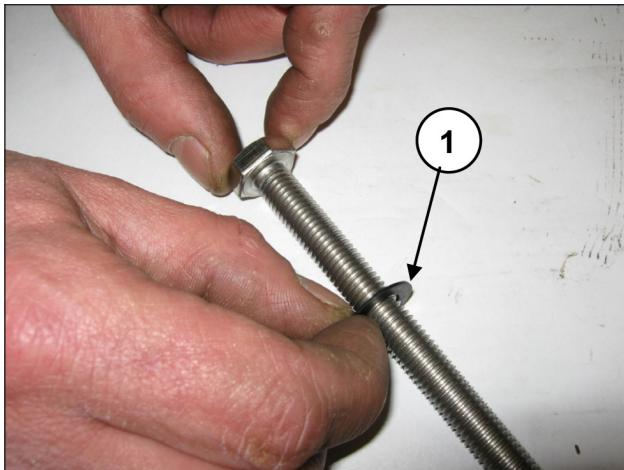

图 156
将垫圈 $010 \times 18 \times 0.9$ 插入活塞固定螺丝(位置①, 图 156)。